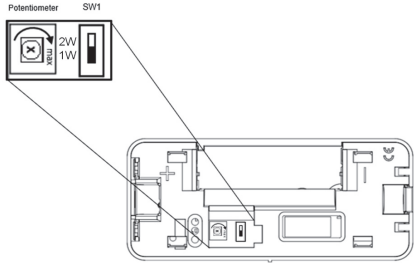

Figura 3
Per impostare la sensibilità alle vibrazioni, quando il sensore è utilizzato in modalità monodirezionale, utilizzare il potenziometro. Ruotandolo in senso orario si aumenterà la sensibilità, mentre in senso anti orario si ridurrà. (vedi Figura 3).
3. Rimuovere la protezione dalla batteria (vedi figura 3); verranno mostrati REGISTRAZ e TRASMISSIONE 2.